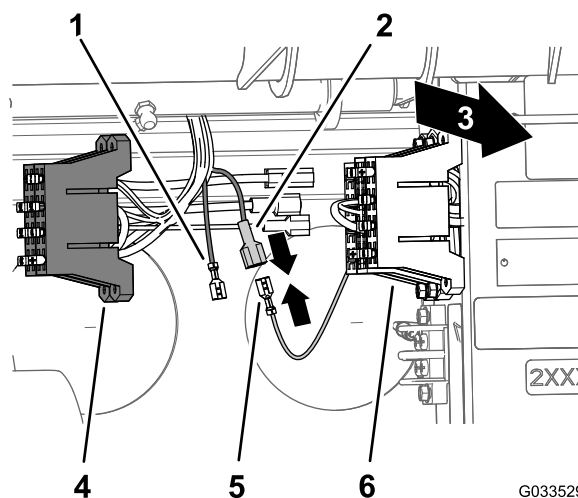

Figura 25
2. Localize o terminal do recetáculo não isolado no final do fio de alimentação amarelo aberto do bloco de fusíveis da máquina e o terminal de lâmina isolado no final do fio amarelo de alimentação opcional do bloco de fusíveis dos fios do pulverizador (Figura 25).
3. Localize o terminal do recetáculo não isolado do bloco de fusíveis da máquina ao terminal da lâmina isolado do bloco de fusíveis do pulverizador (Figura 25).